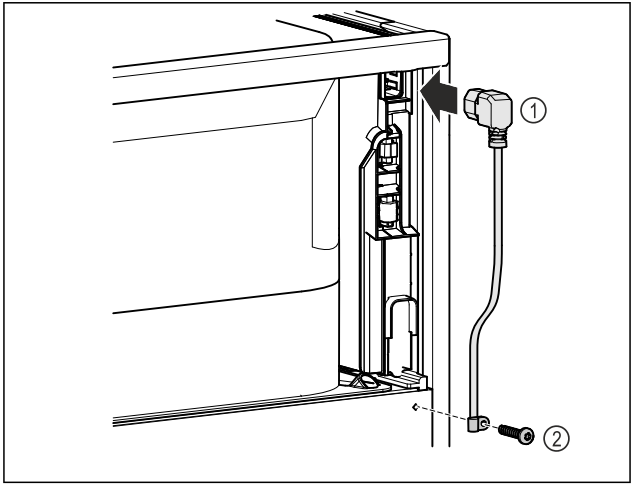

Fig. 11
- 插上冰箱背面电源线的冰箱插座 Fig. 11 (1)。
- 安装张力释放线扣。 Fig. 11 (2)